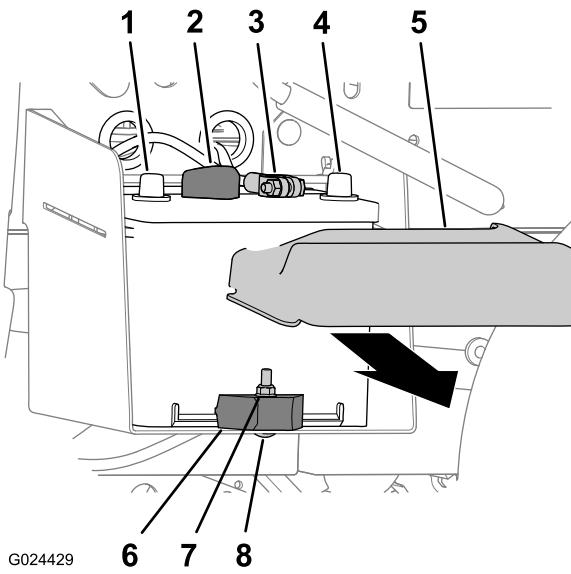

Figura 38
1. Apriete los lados de la tapa de la batería y retire la tapa de la parte superior de la batería (Figura 38).
2. Desconecte el cable positivo de la batería del borne de la batería (Figura 38).
3. Desconecte el cable negativo de la batería del borne de la batería (Figura 38).
2. Retire la contratuerca, el perno de cuello cuadrado y la abrazadera que sujetan la batería a la bandeja de la batería (Figura 38).
3. Retire la batería de su bandeja (Figura 38).
1. Alinee la batería con la bandeja de la batería de la máquina (Figura 38).
- Nota:** Asegúrese de que los bornes positivo y negativo de la batería están alineados según se muestra en Figura 38.
2. Sujete la batería a la bandeja de la batería con la abrazadera, el perno de cuello cuadrado y la contratuerca (Figura 38).
1. Conecte el cable positivo de la batería al borne de la batería (Figura 38).
2. Conecte el cable negativo de la batería al borne de la batería (Figura 38).
3. Instale la tapa de la batería en la parte superior de la batería (Figura 38).